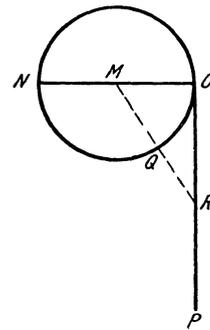

Fig. 23.
1. Ich fertige mir eine genaue Zeichnung des Flansches meiner Drehbank in natürlicher Größe an (nach Muster von Fig. 23); in O errichte ich eine Senkrechte (genau!) und mache sie beliebig lang.
4. Ich verbinde diesen Punkt (R) mit M .